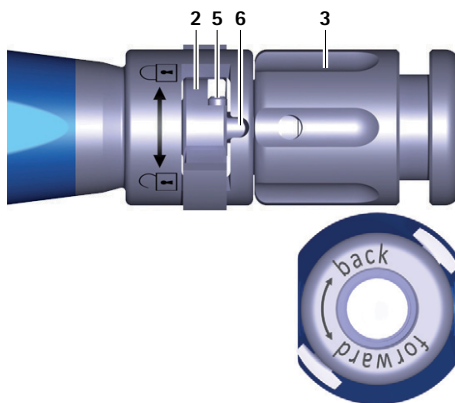

Fig. 1 Vue rapprochée de l'instrument d'insertion, bouton de commande ouvert
- ▶ Tourner l'écrou de serrage **3** sur l'instrument d'insertion **A** en sens inverse des aiguilles d'une montre (sens "forward") pour pousser la barre **6** vers l'avant, voir Fig. 1.
- ▶ Tourner le bouton de commande **2** vers la gauche (sens ⤵), voir Fig. 1.
- Tourner le bouton de commande **2** vers la gauche (sens ) voir Fig. 1.
- Vérifier la position d'accouplement de l'instrument d'insertion **A**, voir Fig. 1.
- Tourner le bouton de commande **2** vers la gauche (sens ⤵), voir Fig. 1.
- Tourner l'écrou de serrage **3** en sens inverse des aiguilles d'une montre (sens "forward") pour pousser la barre **6** vers l'avant, voir Fig. 1.